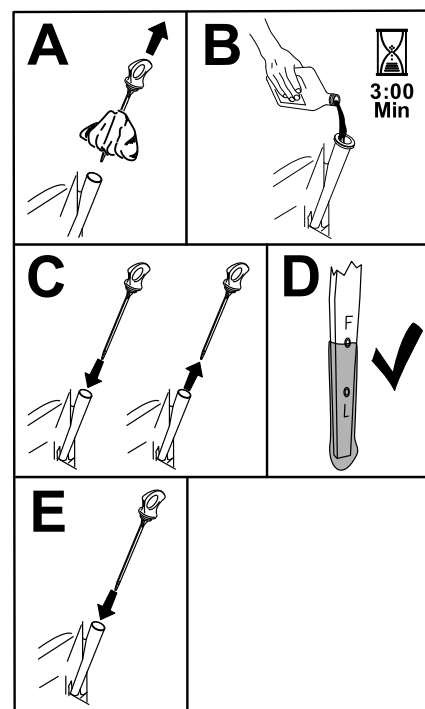

Figura 42
- Turnai încet aproximativ 80% din uleiul specificat în tubul de umplere i adăugai lent ulei suplimentar pentru ca acesta să ajungă la marajul **Comple** (Figura 42).
3. Umpleți carterul cu ulei nou, de tip adecvat (Figura 42).